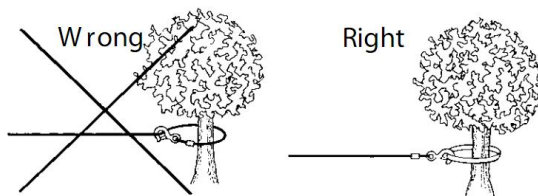

Figure 3
10. **NE JAMAIS ACCROCHER LE CÂBLE SUR LUI-MÊME** car vous pourriez endommager le câble. Utilisez une élingue en nylon (Figure 3).